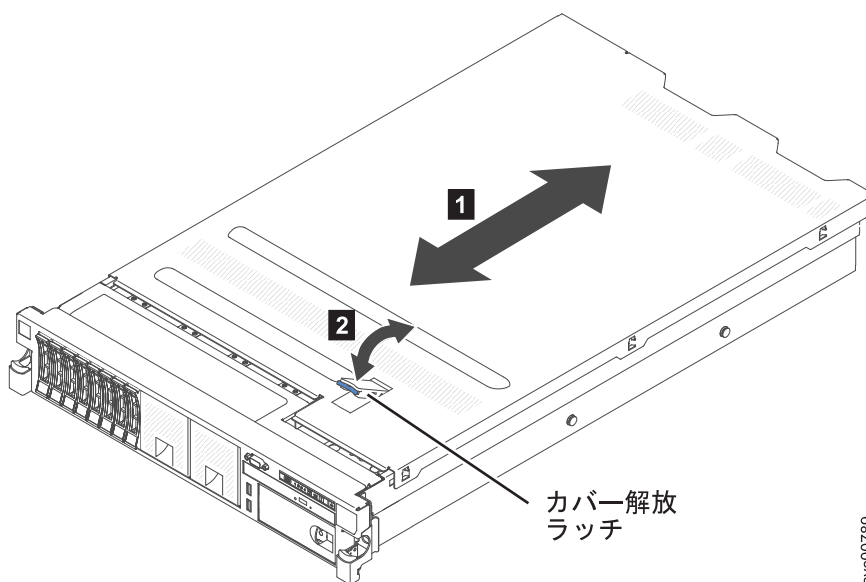

図 56. SAN ボリューム・コントローラー 2145-DH8 カバーの再取り付け
4. 図 56 に示すように、カバーをノードの前面に向けてスライドさせます。